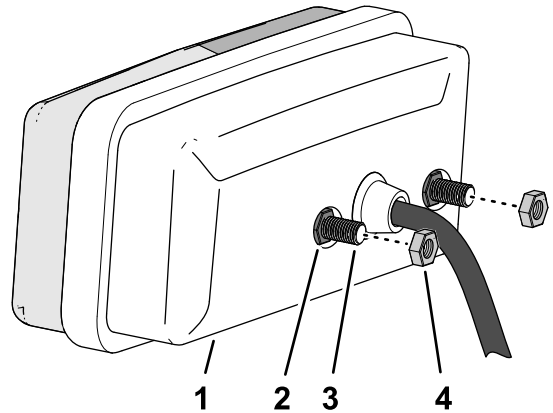

Figure 57
1. Retirez les 2 écrous (5 mm) de chaque feu arrière (Figure 57).